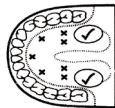

Figura 2
a) **Uso en boca:** Coloque el termómetro debajo de la lengua en la posición marcada "✓" en la Figura 2.